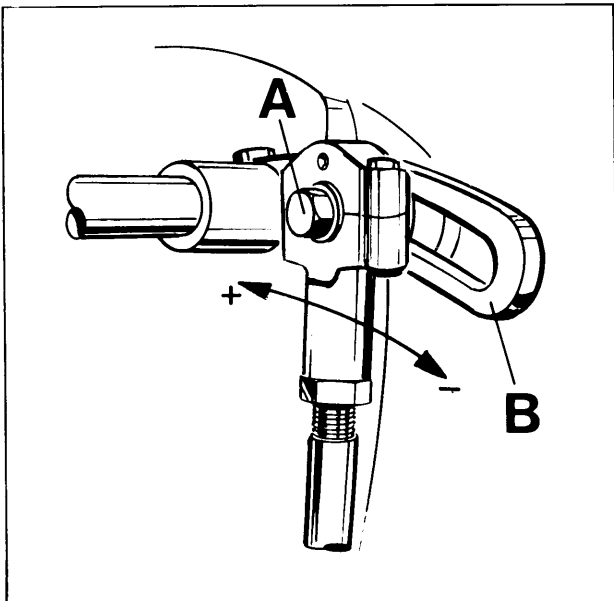

Fig. 21
For matching the upper feed dog travel with the lower feed dog travel loosen screw (A, Fig. 21). Moving the ball link in the slot of rocker lever (B) to the front decreases the upper feed dog travel, moving it to the rear increases the travel. Retighten screw (A).
Para ajustar el movimiento del diente superior con el diente inferior, suelte el tornillo (A, Fig. 21). Moviendo la junta esférica en la ranura de la palanca de accionamiento (B) hacia el frente disminuye el movimiento del diente alimentador superior, moviéndolo hacia atrás lo incrementa. Apriete de nuevo el tornillo (A).